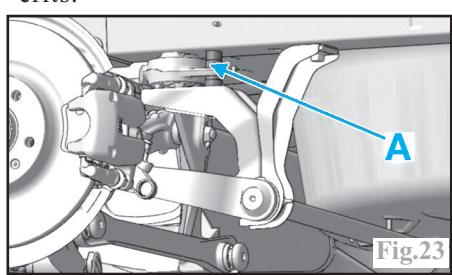

Fig.23
-utiliser l'outil de centrage PSA 0546-G (A) (Fig.23) pour positionner le train arrière sur le châssis.